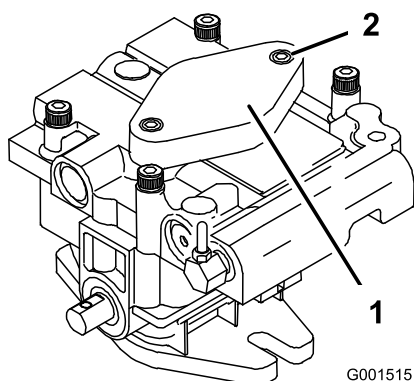

Figure 58
7. Pour amorcer la pompe de charge, desserrez deux vis à six pans à tête creuse (Figure 58) de seulement un tour et demi. Le moteur doit être arrêté. Soulevez le corps de pompe de charge et attendez que l'huile s'écoule régulièrement dessous. Resserrez les vis. Effectuez cette procédure pour les deux pompes.